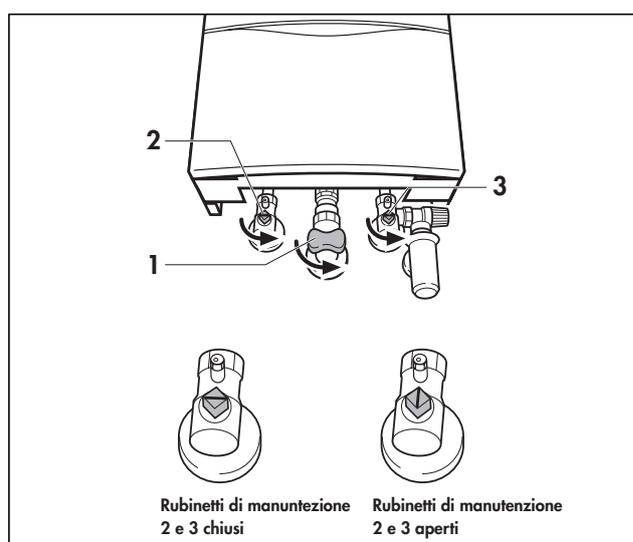

Fig. 3.3 Per aprire i dispositivi di intercettazione
3.2.1 Per aprire i dispositivi di intercettazione (fig. 3.3)
- Aprire il rubinetto di intercettazione del gas (1) ruotandolo in senso antiorario fino all'arresto.
- Controllare che i rubinetti per la manutenzione sulla mandata (2) e sul ritorno (3) dell'impianto siano aperti. Essi sono aperti quando l'intaglio della vite quadrata dei rubinetti di manutenzione è allineato nella direzione della tubazione. Se i rubinetti per la manutenzione dovessero essere chiusi, è possibile aprirli servendosi di una chiave fissa ed effettuando un quarto di giro verso destra o verso sinistra.